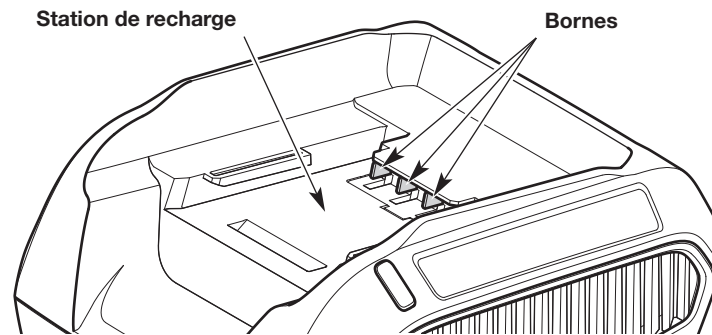

Fig. 5
- Gardez le chargeur de batterie sec, propre et exempt de débris. Ne laissez pas des corps étrangers dans la station de charge ou sur les bornes (Fig. 5). Avant chaque utilisation, inspectez le chargeur afin de déceler si des corps étrangers s'y trouvent.